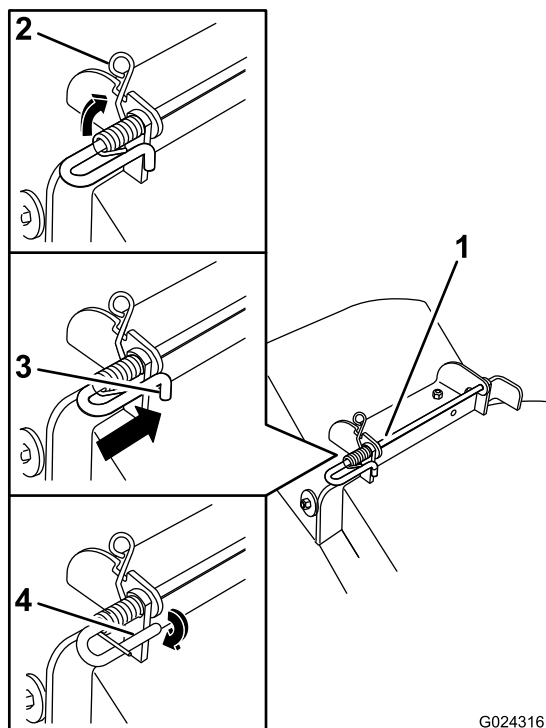

Bild 78
5. Heben Sie das Schleifenende der Feder an und setzen es in die Kerbe an der Ablenkblechhalterung (Bild 78).
6. Befestigen Sie die Stange und Feder, indem Sie diese so drehen, dass das kurze Ende der Stange hinter die vordere Halterung passt, die an das Mähwerk geschweißt ist (Bild 78).